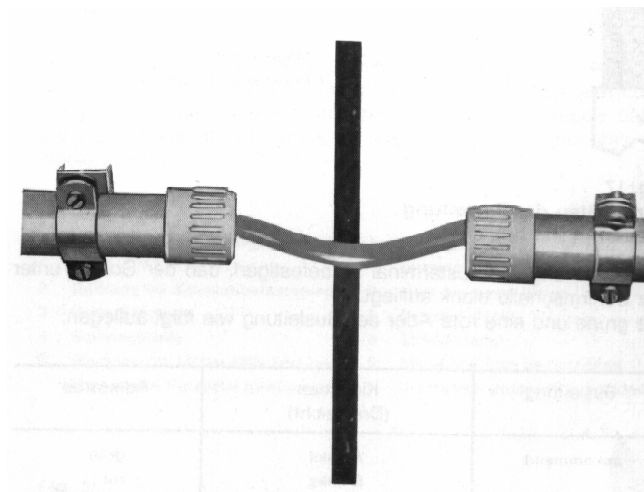

Figura 7-2 Interruzione del tubo di protezione su un giunto di dilatazione
- in caso di archi di 90° e di giunti negli edifici (p. es., giunti di dilatazione) è consentita un'interruzione del tubo di protezione, sempre che sia possibile escludere danni al cavo di bus (dovuti, p. es. a pezzi che cadono) (vedere figura 7-2).